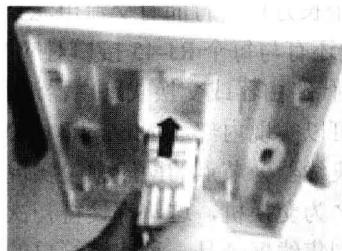
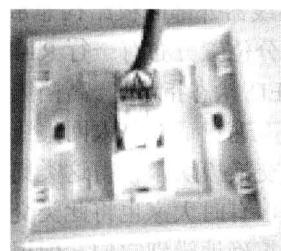

图 1-30 把模块扣入到面板中的扣位中
图 1-31 扣好面板的网线模块
③ 按图 1-30 所示的方法把模块插入到面板的模块扣位中，注意图中所示的方向。扣入面板后的模块如图 1-31 所示。